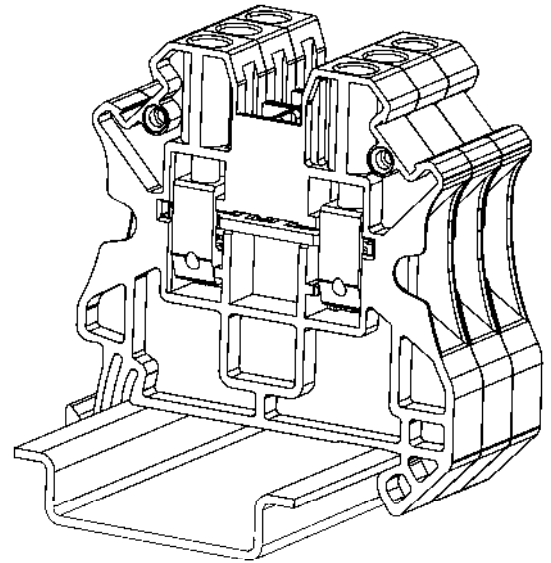

Рисунок 4 – блок клемм на монтажной рейке
- Сгруппируйте однотипные клеммы в блок с открытой боковой стенкой в одном направлении (рис. 4).